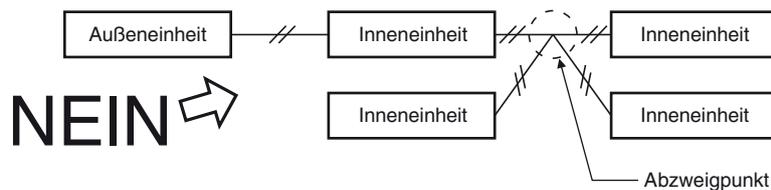

Abb. 4-4
- Einheiten-Steuerverbindungskabel dürfen nicht so angeschlossen werden, dass eine sternförmige Abzweigung gebildet wird. Sternförmige Abzweigungen verursachen eine inkorrekte Adresseneingabe. (Abb. 4-4)